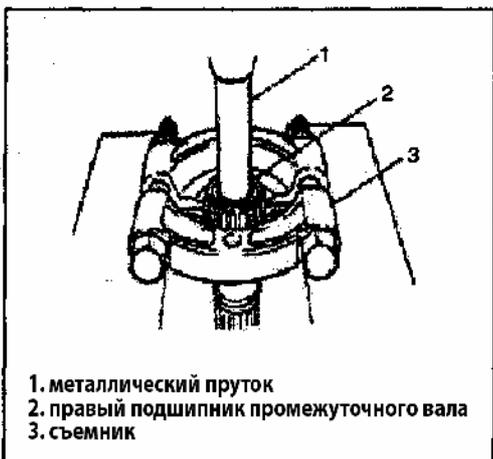

Рис. 380
- 8) Снимите правый подшипник при помощи зажима (Рис.380).